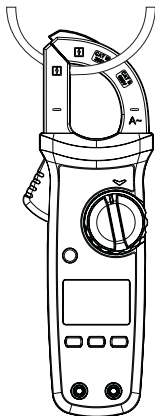

Abb. 3
4. Positionieren Sie die Stromzange so, dass der zu messende Leiter zentral und im rechten Winkel durch die Zange läuft (nicht schräg ansetzen - verfälscht den Messwert um $\pm 1\%$) Abb. 3. Die Zange muss sich vollständig schliessen lassen, sonst ist keine Messung möglich. Immer nur einen Leiter durch die Stromzange führen!